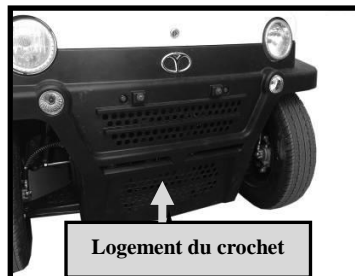

Fig.1
- ⚠ Le crochet doit être vissé à fond dans l'orifice ci-dessous représenté (Fig.1).